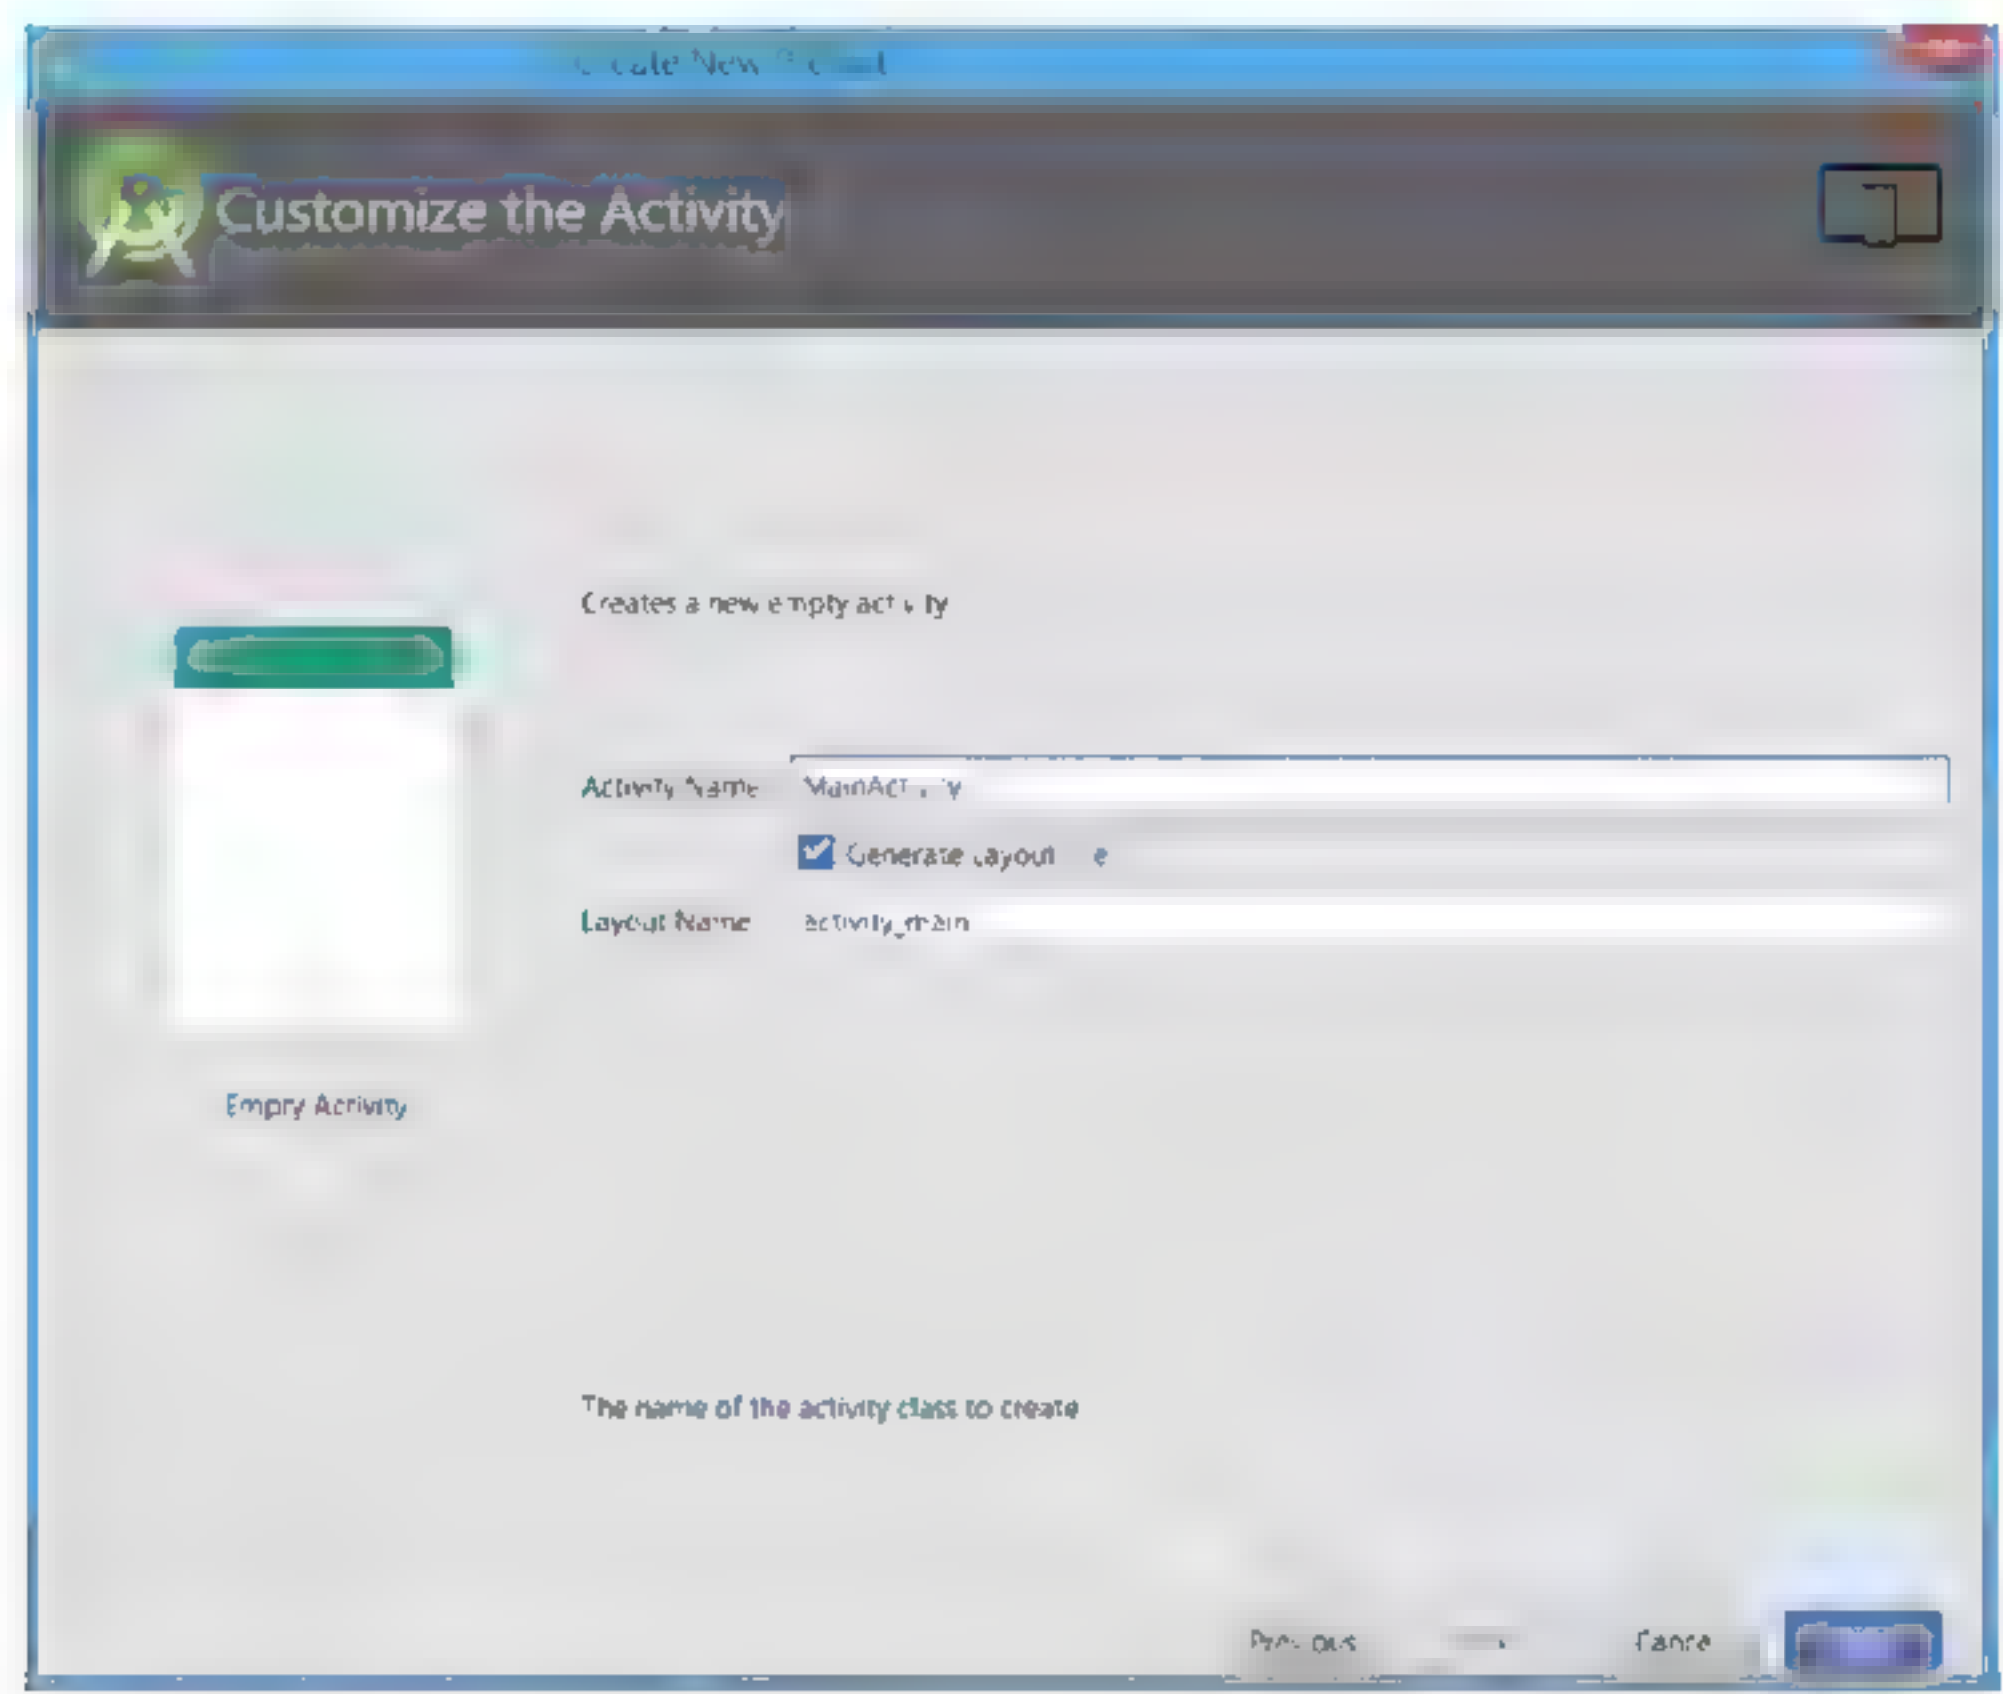

图 2-30 给 Activity 取名
- 定制 Activity: 确定 Activity 的名称及布局（如图 2-30 所示）。应用预设好的主参数，点击“完成”（Finish）即可。